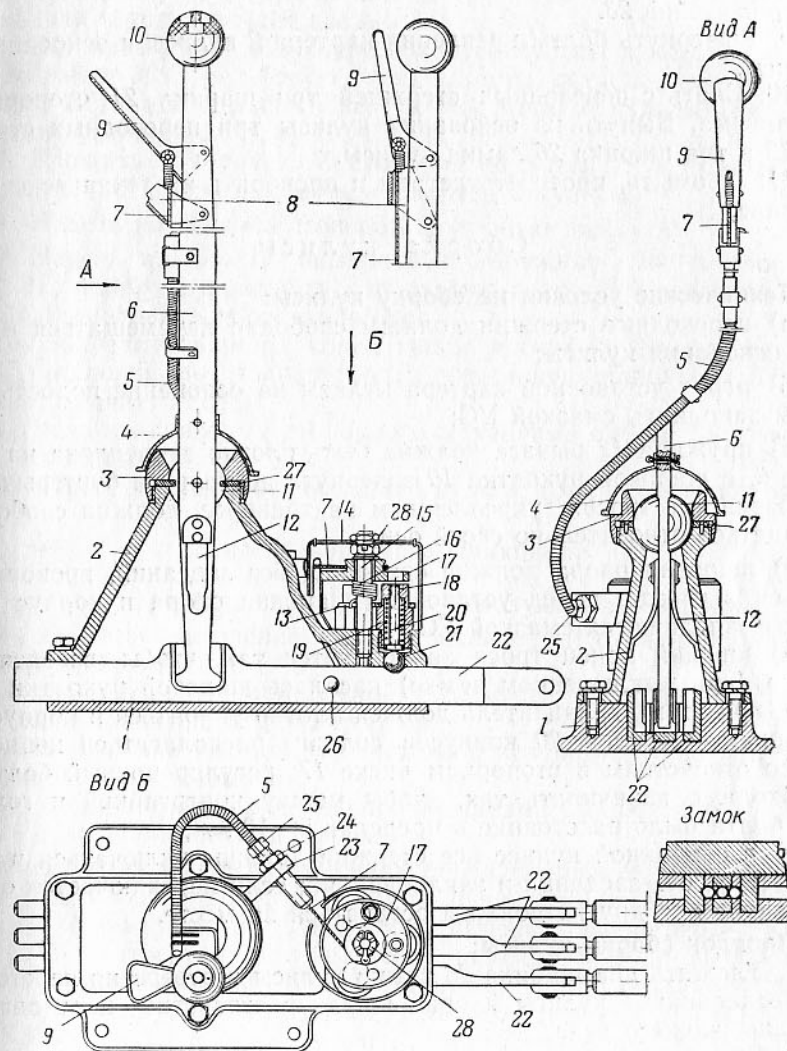

Рис. 28. Кулиса (разрезы):
1. Отвернуть гайку крепления кожуха 14 (рис. 28) и снять кожух.